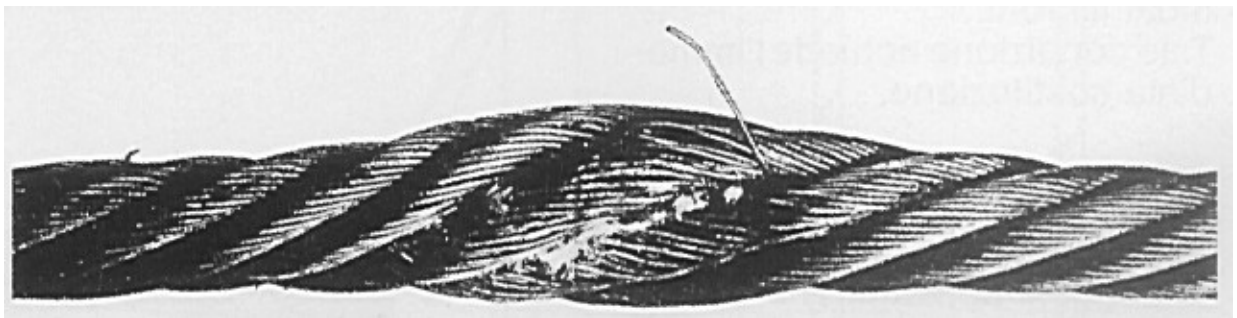

Abb. 8 - Abgeflachtes Teilstück, das durch eine örtlich begrenzte Quetschung verursacht wurde, die ein Ungleichgewicht in den Kardeelen bewirkt.
*Abgeflachte Teile (Siehe Abb. 8 und 9 im Punkt 1.4.1.7).*